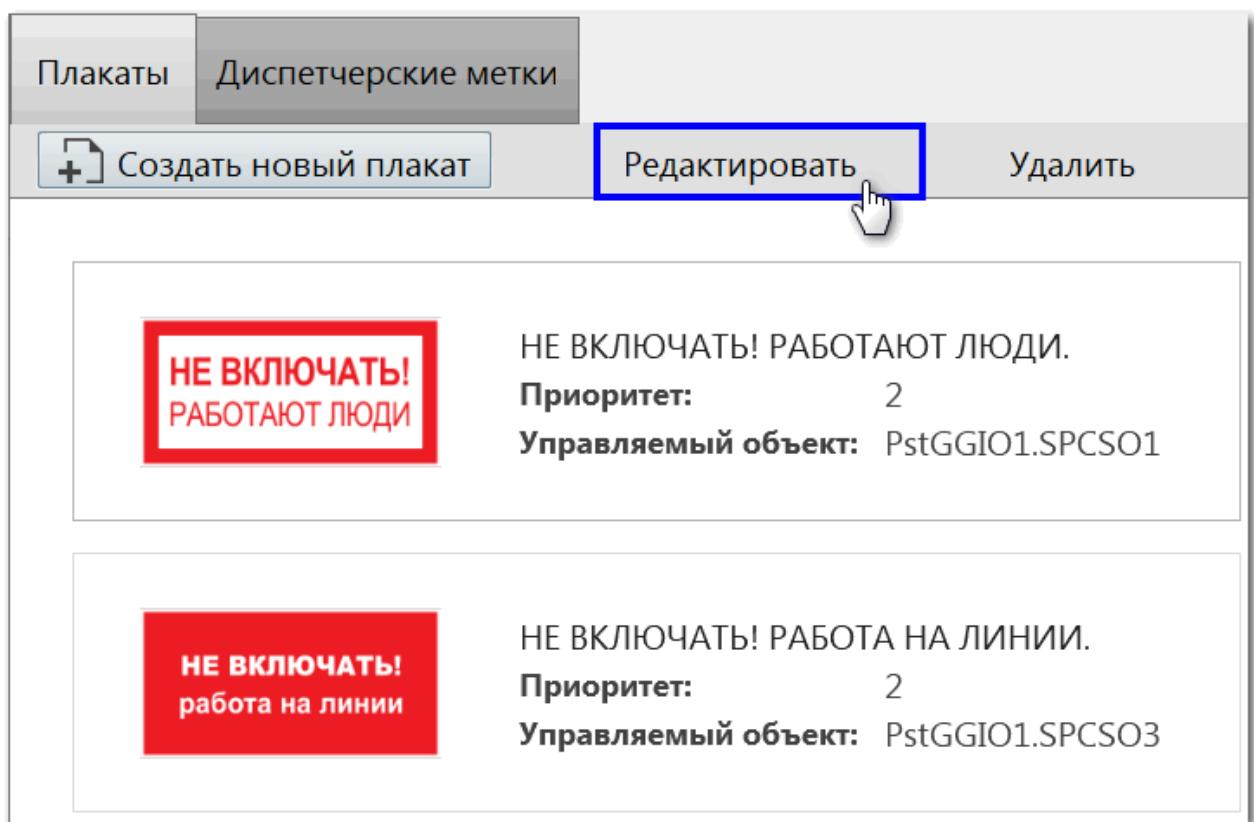

Рисунок 292 - Редактировать плакат
2. Нажмите Редактировать (Рисунок 292).